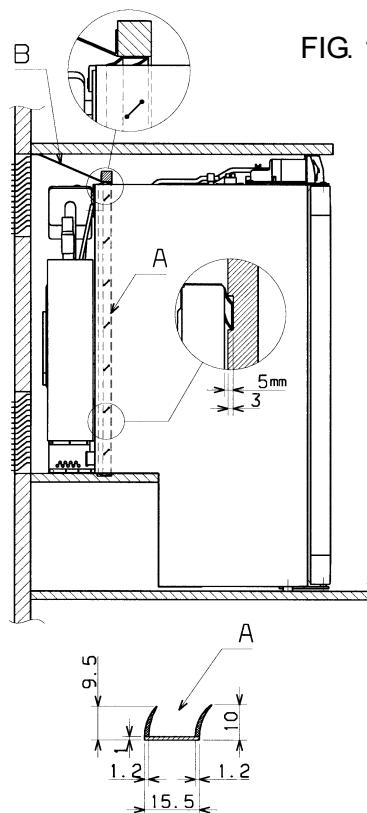

FIG. 1
Il faut également installer une plaque de refoulement (B), munie des joints à lèvres (A) difficilement inflammable, dans le renforcement (voir fig.1).